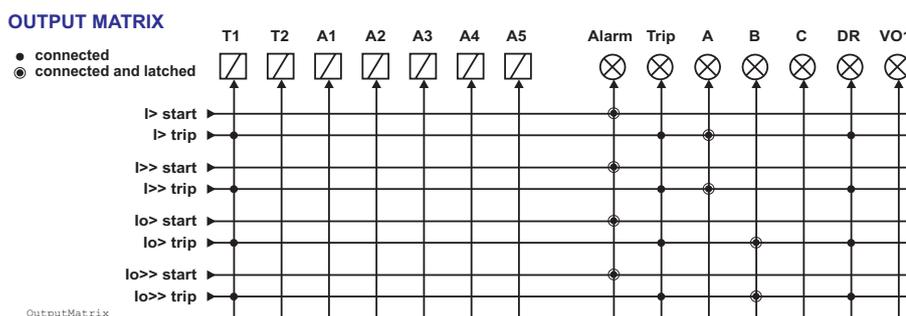

Рисунок 8.1: Матрица выходов.
Есть два светодиодных индикатора под названием "Alarm" и "Trip" на передней панели. Кроме того, существует три общего назначения светодиодные индикаторы - "A", "B" и "C" - доступные для индикации свободно конфигурируемые. Кроме того, запуск осциллографирования (DR) и виртуальные выходы конфигурируемые в выходной матрице. Смотри пример в Рисунок 8.1.